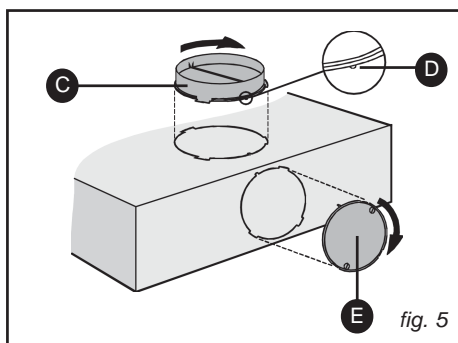

fig. 5
il faut monter la bride (C) sur l'ouverture utilisée (Fig. 5): faites coïncider les trois languettes de la bride, ainsi que l'arrêt D, avec les fentes de votre hotte; faites pivoter légèrement l'anneau dans le sens des aiguilles d'une montre jusqu'à ce qu'elle se bloque.